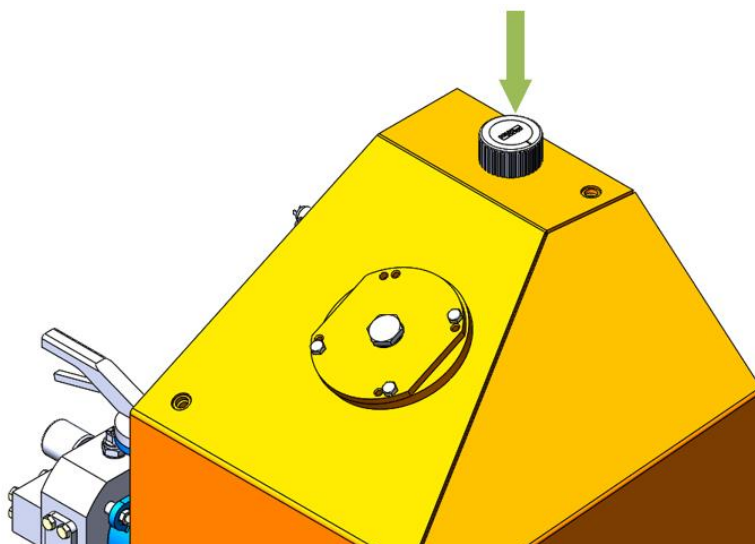

Рисунок 3.101. Процедура замены сапуна на гидравлическом баке
- ▶ Выкрутить сапун в направлении против часовой стрелки рис. 3.101